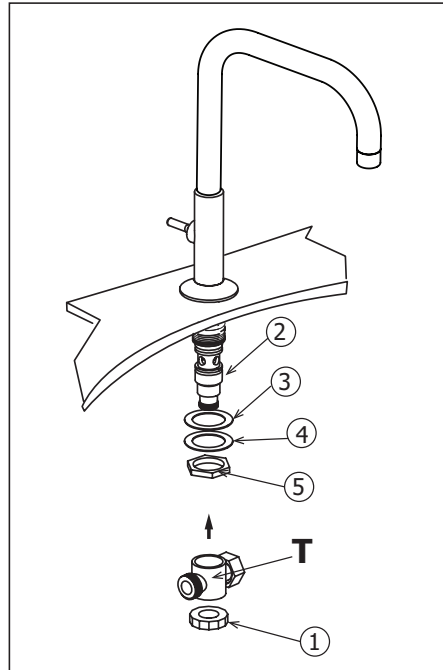

Fig.3
Insérer avec soin la base du bec dans le trou de la surface. S'assurer d'insérer le raccord jusqu'au bout. Insérer les rondelles en fibre (3) et en métal (4) par en dessous et fixer le bec avec l'écrou de retenue (5). Fig.3.